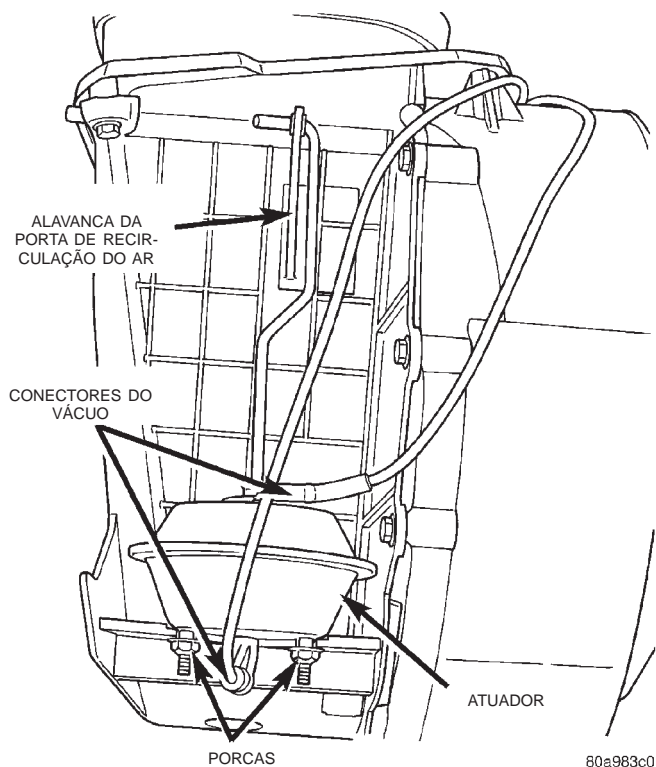

Fig. 48 Remoção/Instalação do Atuador da Porta de Recirculação do Ar
(1) Desconecte e isole o cabo negativo da bateria.
(2) Remova o conjunto do painel de instrumentos do veículo. Consulte “Conjunto do Painel de Instrumentos” na seção “Remoção e Instalação”, do Grupo 8E, “Painel de Instrumentos e Indicadores”, para obter os procedimentos.
(3) Se o veículo for assim equipado, e o alojamento do aquecedor-A/C estiver na sua posição instalada, remova o amplificador do sistema de alto-falante Infinity. Consulte “Amplificador” na seção “Remoção e Instalação”, do Grupo 8F, “Sistema de Áudio”, para obter os procedimentos.
(4) Desligue os dois conectores do chicote do vácuo do atuador da porta de recirculação do ar (Fig. 48).